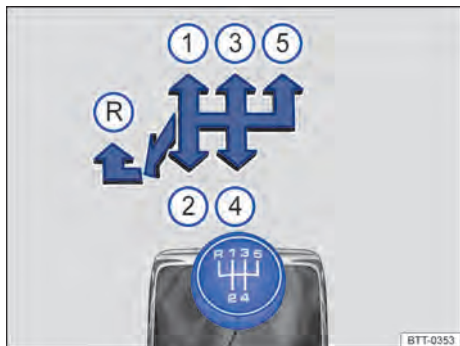

Fig. 86 Esquema de troca de marchas.
As posições de cada marcha estão representadas na alavanca de troca de marcha → Fig. 86.
- Empurrar a alavanca de troca de marcha totalmente para a esquerda e depois para frente até a posição da marcha a ré → Fig. 86 ②.